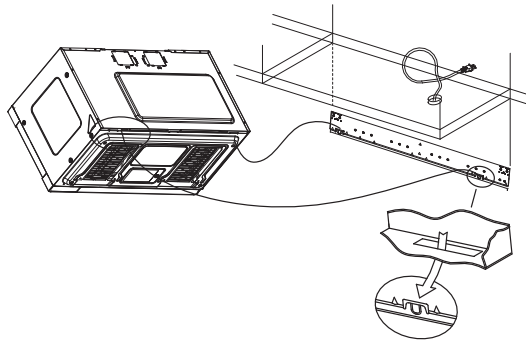

Figure 22
- Soulevez le four à micro-ondes et inclinez-le vers l'avant. Accrochez-le aux deux languettes situées à la base de la plaque de montage. Voir la figure 22.
③